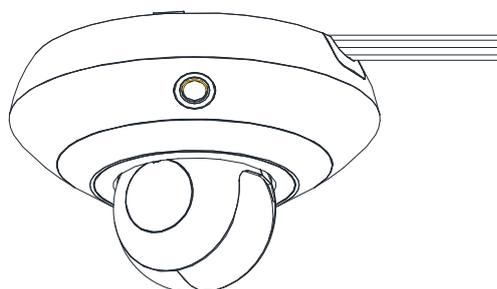

图3-10 整理线缆
3. 将网线、电源线、音频线连接到设备上，并整理线缆从出线口装饰盖中穿出，如图 3-10 所示。